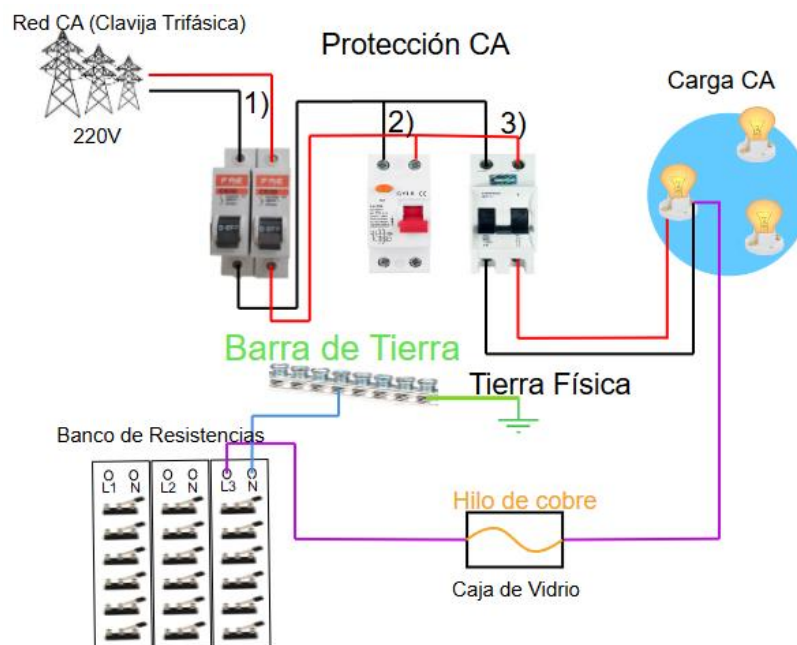

Fig. 87. Diagrama que muestra la acción de protección del fusible.
10. Baje las palancas de accionamiento de las 3 protecciones y realice las conexiones de la **Fig. 87**, observe que no se usara la protección diferencial, marcada con “2”.